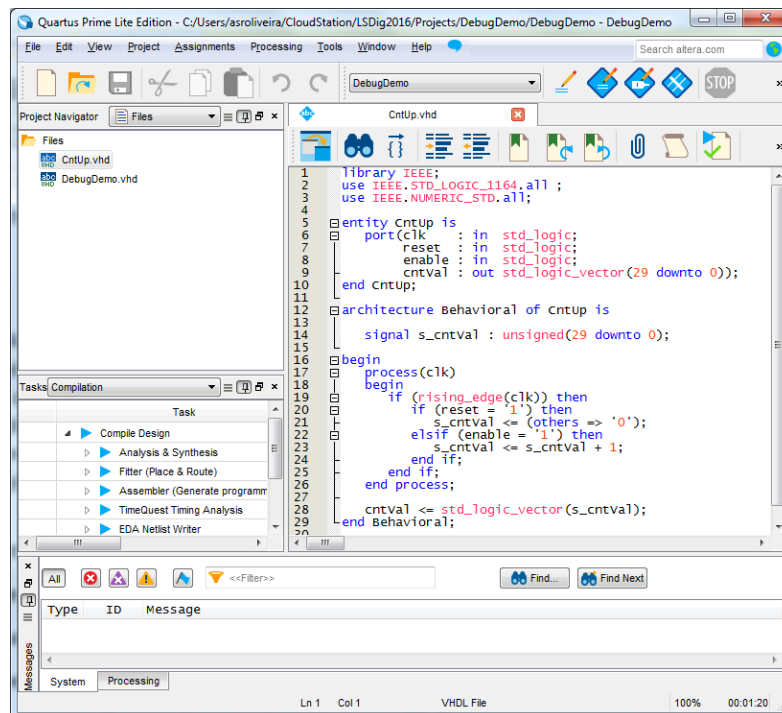
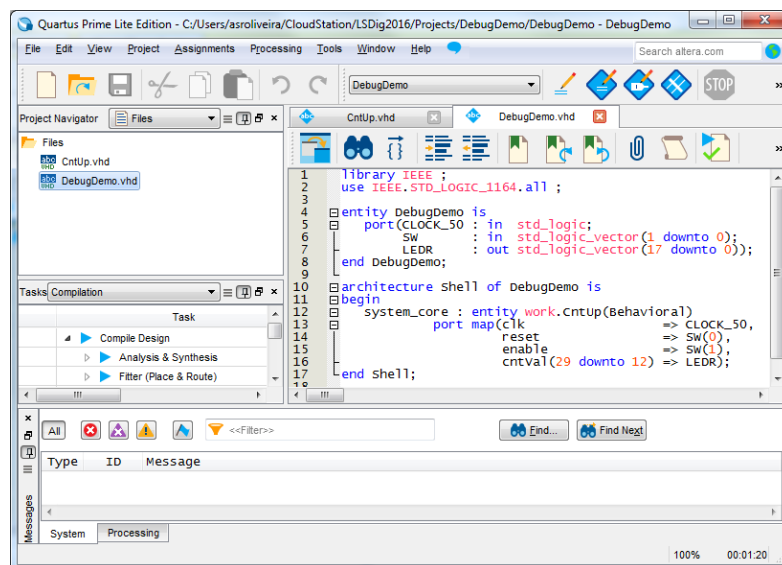

Figura 17 – Código fonte do módulo “CntUp.vhd”.
Figura 18 – Código fonte do módulo “DebugDemo.vhd”.
1. Crie um novo projeto para a FPGA Cyclone IV EP4CE115F29C7. Poderá designar o projeto e a entidade *top-level* como “DebugDemo”. O projeto consistirá num contador binário crescente, apresentado na Figura 17 e descrito no ficheiro “CntUp.vhd”. O módulo *top-level* “DebugDemo.vhd” interliga os portos do contador a dispositivos do kit DE2-115 (Figura 18). Edite os ficheiros com o código fonte fornecido, grave-os com os nomes indicados, importe o ficheiro “master.qsf”, compile o projeto, programe a FPGA e responda às questões dos pontos seguintes.